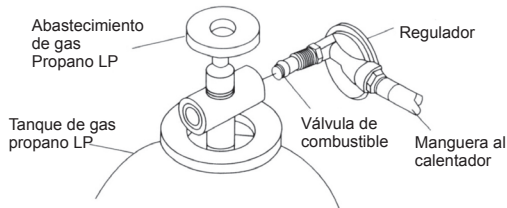

FIGURA 1
1. Proporcionar un sistema de abastecimiento de gas propano. Verifique que la válvula en el cilindro esté completamente cerrada girando la perilla completamente en dirección de las manecillas del reloj (↻). Asegúrese de que el cilindro esté completamente vertical para permitir la extracción de vapores (LP) (ver Abastecimiento de gas propano (LP), página 7).
3. Conectar el sistema de regulador y manguera de gas combustible a los tanques de gas propano (LP).
- 3a. Para unidades con conector POL (ver Figura 1) gire el aditamento de combustible hacia la izquierda en las roscas del tanque. Ajústelo firmemente utilizando una llave. Algunos modelos tienen una manivela que se puede usar para apretar el acople. Esta manivela puede ser quitada de la tuerca para que también pueda usar una llave para apretar el acople. **IMPORTANTE:** Coloque el regulador de manera que la manguera que sale del regulador esté en posición horizontal.
4. Abrir lentamente la válvula de abastecimiento de gas propano (LP) del tanque. **NOTA:** Si no la abre lentamente, el dispositivo de flujo excesivo del regulador puede detener el flujo de gas. Si esto ocurre, cierre la válvula de abastecimiento de gas, espere un minuto (o hasta que escuche un clic) y ábrala de nuevo lentamente.